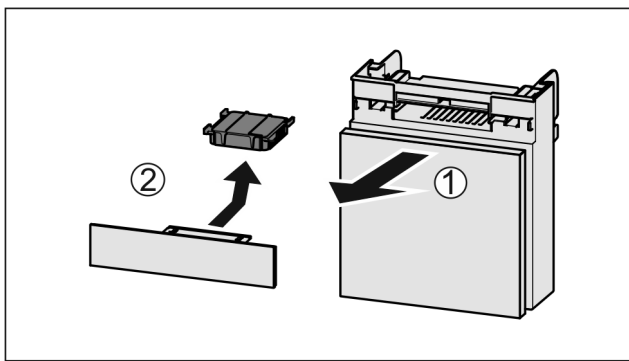

Fig. 155
- ▶ Fach nach vorne herausziehen Fig. 155 (1).
- ▶ Aktivkohlefilter entnehmen Fig. 155 (2).